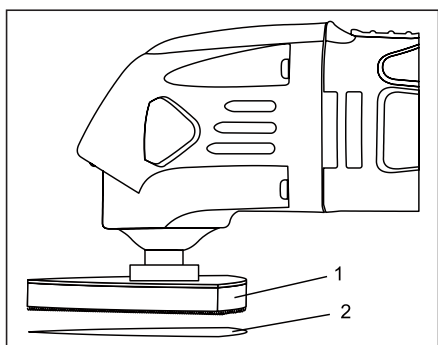

Fig. 3
1. Installare il platorello per crochet (1) sull'attrezzo (Fig. 3).
2. Premere saldamente la carta vetrata (2) sul pad del gancio e dell'anello.